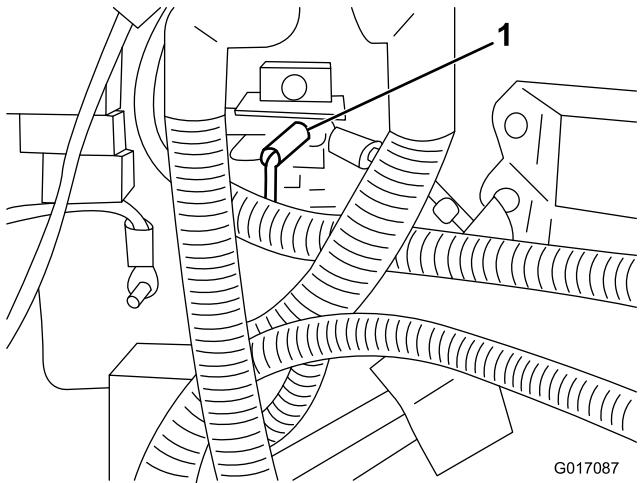

Bild 9
12. Schließen Sie das schwarze Kabel mit einem Kabelschuh am Erdungsterminalblock an (Bild 9).